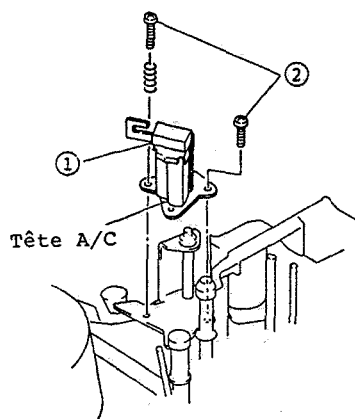

Fig. 2-57
1. Débrancher le connecteur CN402. (Se reporter à la figure 2-57)
2. Retirer les deux (2) vis de fixation immobilisant la tête audio/commande.